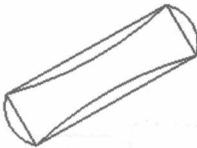

图1-29
2. 利用【Create】/【Arc】/【Create Arc Endpoints】两点绘制圆弧命令，绘制 4 条圆弧，如图 1-29 所示。